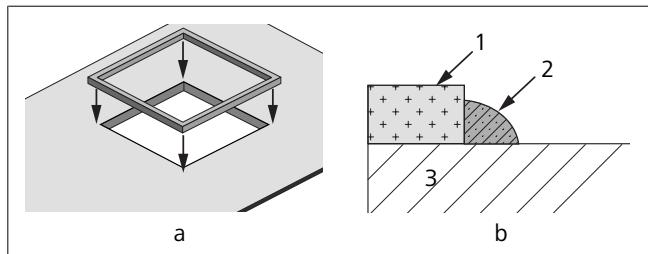
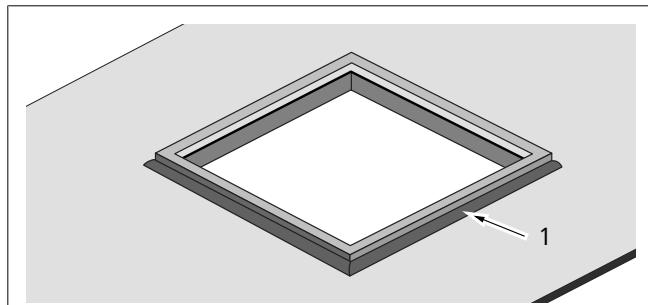

Fig. 14 CTT35 Montaggio della guarnizione su un'apertura di 360 x 360 (senza un telaio adattatore)
Fig. 15 Applicazione del sigillante (valido solo per una guarnizione su un'apertura di 360 x 360 (senza telaio adattatore))
1. Rimuovere la carta protettiva e incollare la guarnizione sul tetto (apertura di 360 x 360). Vedere le Fig. 14 a e b.
3. Applicare il sigillante autolivellante per tetti RV attorno alla guarnizione per evitare perdite. Vedere Fig. 14 b e Fig. 15.